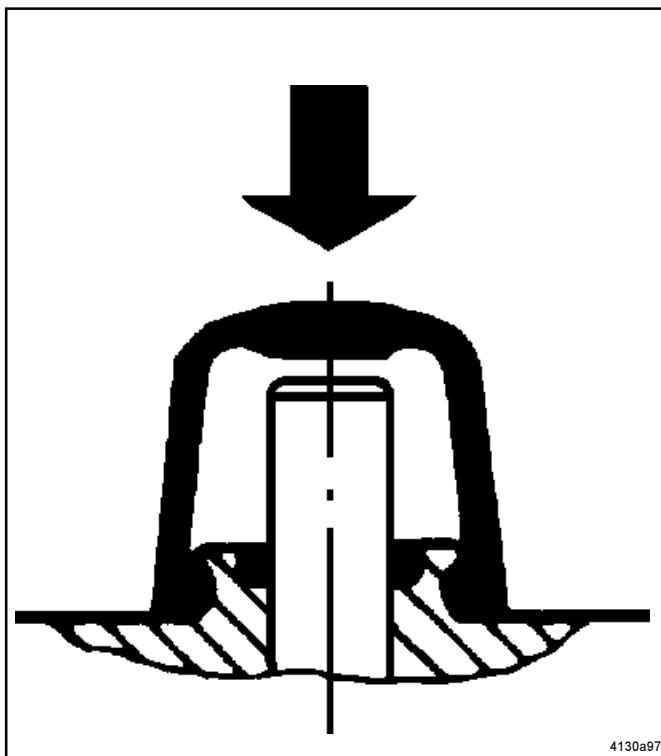

Fig. 5 - actionnement manuel d'urgence : appuyer sur la tige de l'aimant
- \* Actionnement manuel d'urgence : en appuyant sur la tige de l'aimant (placée sous le capuchon en plastique, voir la fig. 5), on déclenche une impulsion manuelle dans le but de vérifier l'électrovanne.